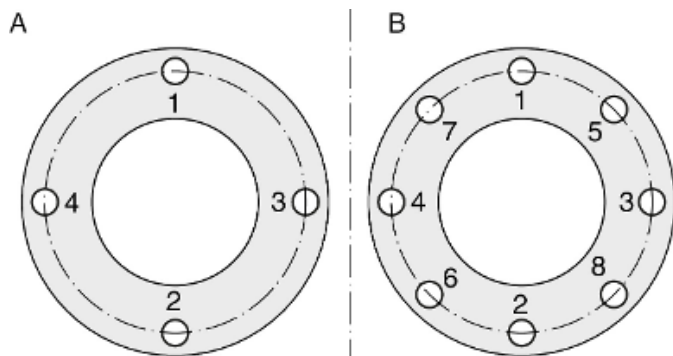

Abb. 20: Flanschvarianten
1. ▶ Die Schrauben über Kreuz, entsprechend Abb. 20, mit 30% des Sollanzugsmomentes anziehen,